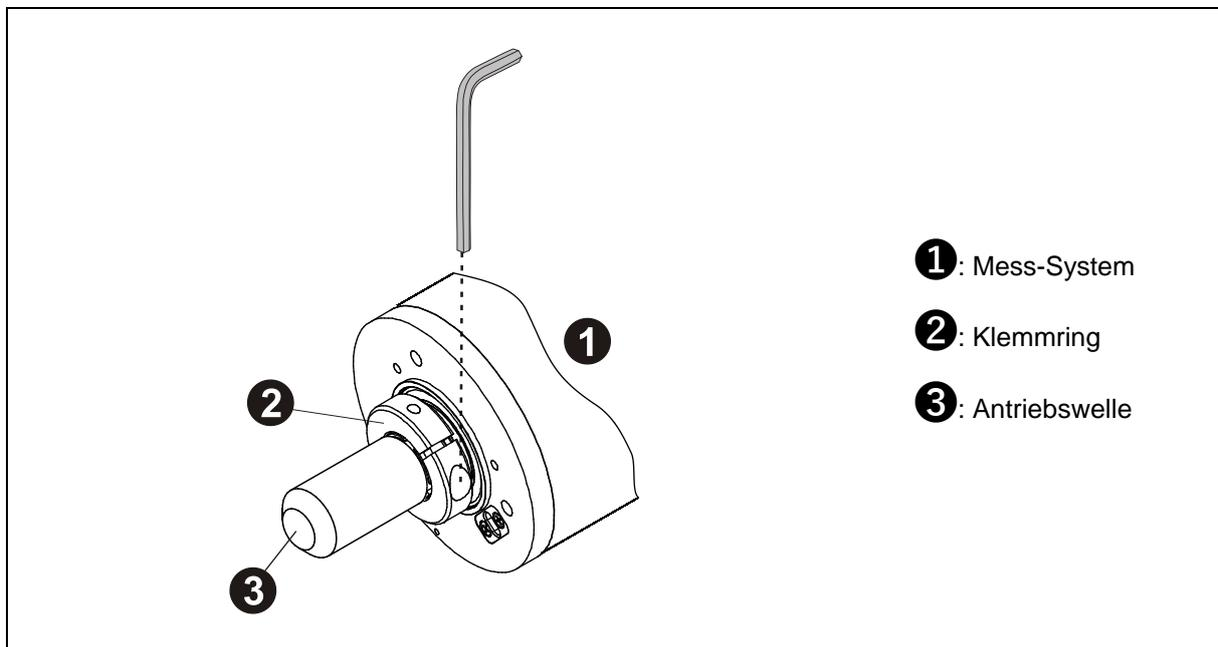

Abbildung 10: Reibschluss
- Axiales Verrutschen des Mess-Systems auf der Antriebswelle ist durch die Fixierung des Klemmrings zu verhindern, siehe Abbildung 10.